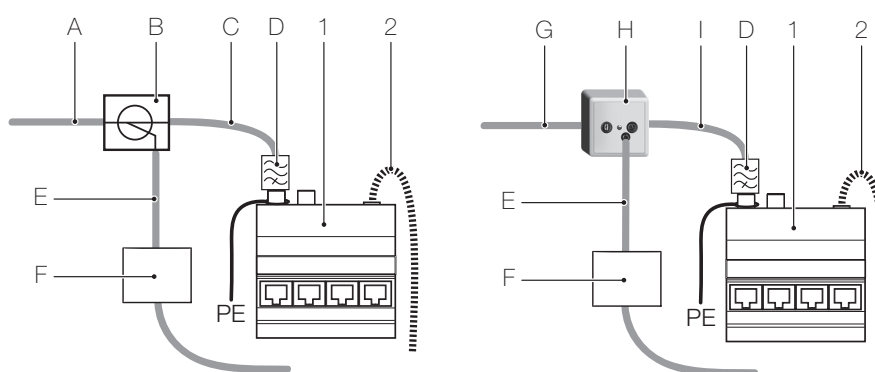

fig. 55 Collegamento di un modem via cavo
- D In caso di eventuale collegamento di un modem via cavo deve essere scelta la configurazione con doppio distributore F illustrato nella fig. 55.
Cablare il modulo di amplificazione R/TV come da *fig. 55*